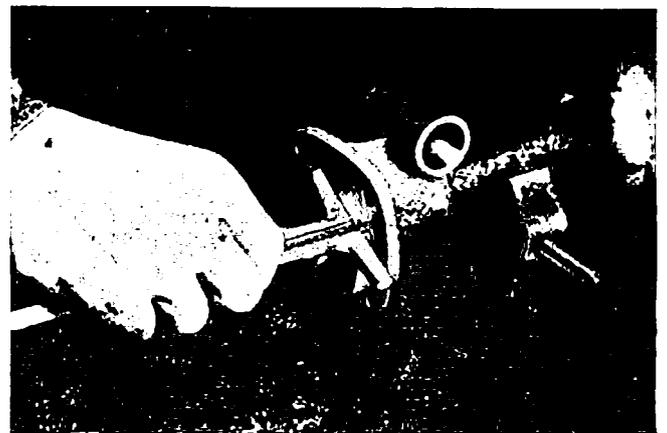

Abb. 19. Messen der Tiefe der Muffe
- b) Mittels der Tiefenlehre wird sodann die Tiefe des Absatzes der Muffe des Querlenkerarmes laut Abb. 19 gemessen.